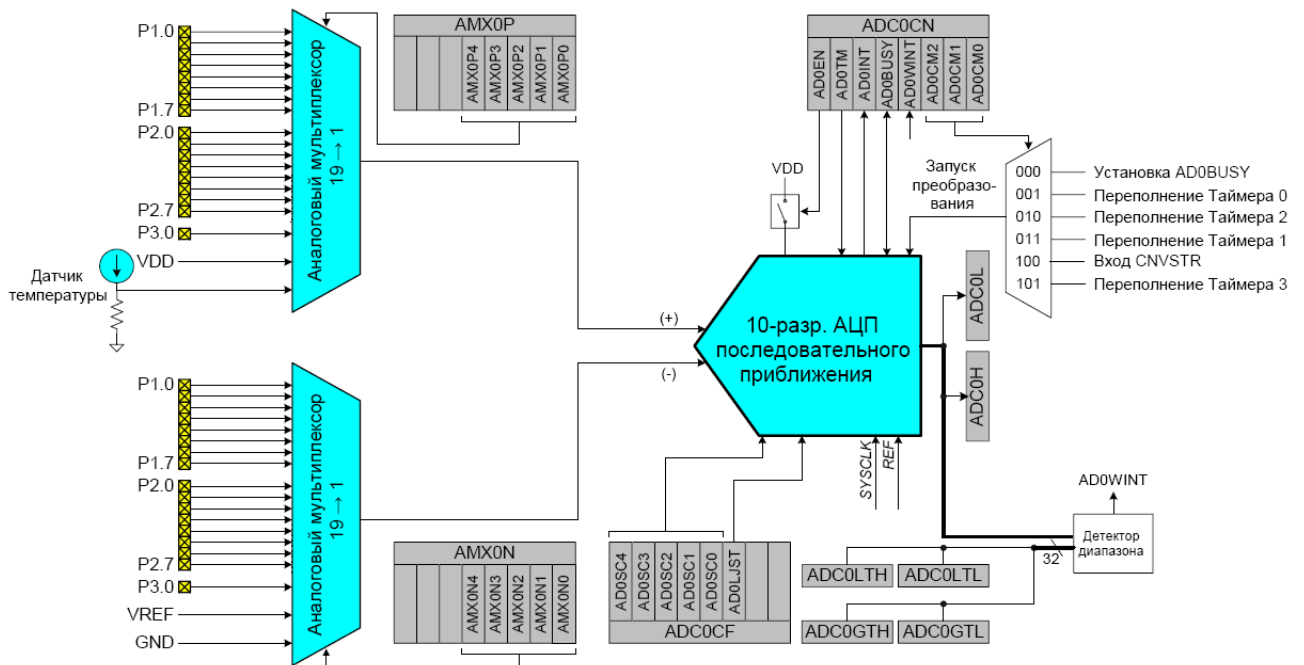

Рисунок 1- Функциональная схема АЦП0
**10-разрядный АЦП (АЦП0).** Модуль АЦП0 МК C8051F320 состоит из двух 17-канальных аналоговых мультиплексоров (обозначаются вместе как AMUX0) и 10-разрядного АЦП последовательного приближения (максимальная производительность - 200 тыс. преобразований в секунду) с интегрированным устройством выборки-хранения (УВХ) и программируемым детектором диапазона. AMUX0, режимы преобразования и детектор диапазона настраиваются программным путем при помощи регистров специального назначения (см. рис. 1). АЦП0 функционирует как в однофазном, так и в дифференциальном режимах, и может быть настроен на измерение напряжения на выводах P1.0 – P3.0, выходного напряжения датчика температуры или напряжения VDD относительно P1.0 – P3.0, VREF или GND. Модуль АЦП0 включен только тогда, когда бит AD0EN регистра управления АЦП0 (ADC0CN) установлен в 1. Сброс этого бита в 0 переводит АЦП0 в режим отключения с пониженным энергопотреблением.